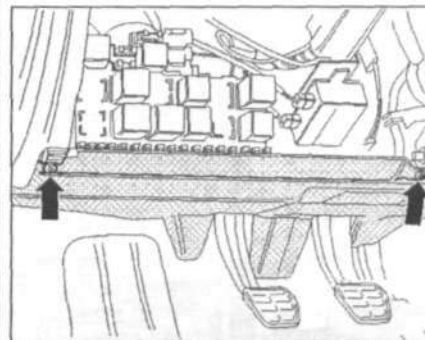

Рис. 13.41. Выкрутите винты (стрелки) и снимите крышку в пространстве для ног со стороны водителя.
9. Выкрутите винты (стрелки) и снимите крышку в пространстве для ног со стороны водителя (рис. 13.41).